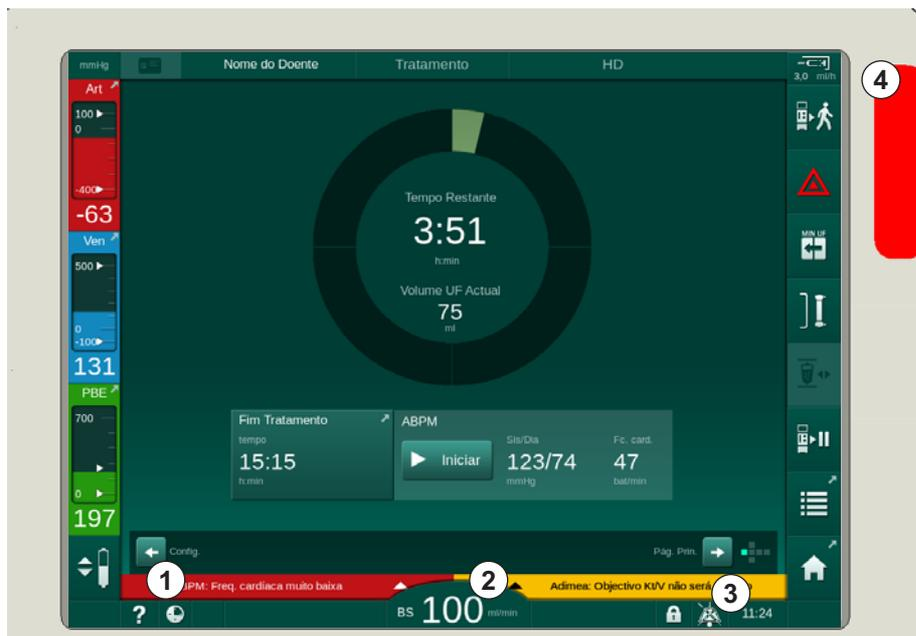

Fig. 12-1 Alarme e campos de alarme e indicador luminoso
O campo do alarme (Fig. 12-1, ① ) do lado esquerdo apresenta alarmes de segurança relevantes a **vermelho**. Alarmes pouco relevantes para a segurança são exibidos a **amarelo**.
- ↳ O sinal sonoro é desligado e o símbolo do *Alarme Sonoro em Pausa* (Fig. 12-1, ③) é exibido.